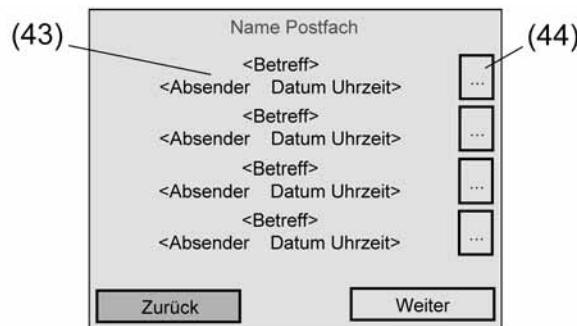

Bild 40: Posteingangs-Anzeigeseite eines Postfaches
(41) Anzeigename eines Postfaches (wird in der PC-Client Software angegeben)
Für jedes in der PC-Client Software aktiv geschaltete E-Mail Postfach (siehe Kapitel 4.3.1. Einleitung, Installation und Programmstart) wird eine Schaltfläche in der Übersicht der Postfächer angezeigt. Der in der PC-Client Software eingetragene Anzeigename eines jeden Postfaches erscheint als Text in den Schaltflächen (41) und identifiziert somit die Postfächer eindeutig. Postfächer mit neuen Nachrichten werden durch ein "Brief-Symbol" (42) gekennzeichnet. Sobald der Bediener eine Postfach-Schaltfläche antippt, verzweigt das Tableau auf die Posteingangs-Anzeigeseite des entsprechenden Postfaches (siehe Bild 40).
- i** Optional kann jedes Postfach und auch die E-Mail Hauptseite "Postfächer" durch Passwörter geschützt werden. Sollte ein Passwortschutz erforderlich sein, müssen im ETS Plugin im Parameterknoten "E-Mail" die Passwortebenen des Tableaus zugewiesen werden. Wenn ein Postfach durch ein Passwort geschützt ist, wird die Anzeigeseite des Posteingangs (siehe Bild 40) nur dann angezeigt, wenn das Passwort korrekt eingegeben wurde. Die Passwörter können auf der Systemseite "Passwörter anpassen" (Serviceseite -> Bereich 3 <Administrator> -> Passwörter) eingestellt werden.